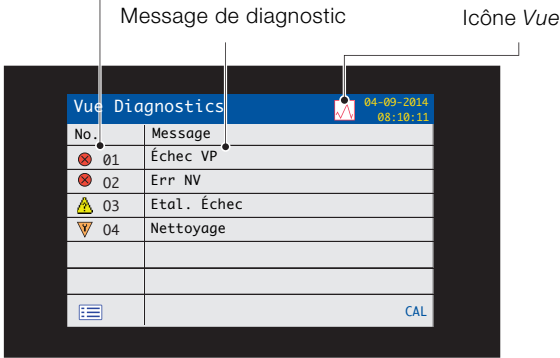

Fig. 8.6 Vue Diagnostics
- *Vue Diagnostics* – affiche une liste des messages de diagnostic actifs, identifiés par leur priorité et leur message – voir Fig. 8.6